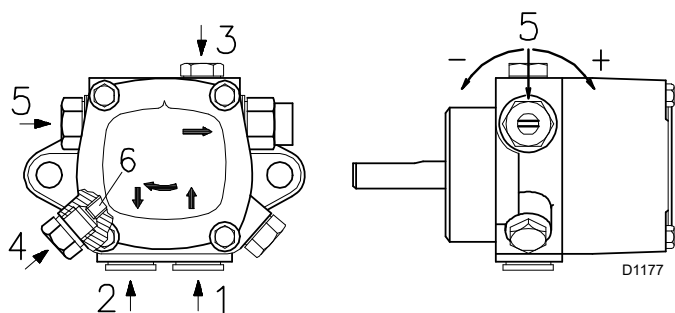
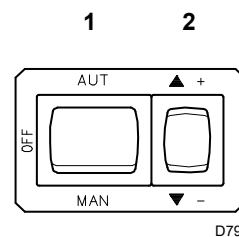

Рис. 25
Рис. 26
Обозначения (Рис. 25)
- Для автоматической заливки насоса (Рис. 25) необходимо отвернуть винт 3) (Рис. 25) насоса, чтобы выпустить воздух из всасывающего трубопровода.
- Запустите горелку, закрыв устройства управления, при этом переключатель 1) (Рис. 26) должен находиться в положении MAN (РУЧ), а переключатель 10) (Рис. 6 на стр. 13) - в положении OIL (ЖИДКОЕ ТОПЛИВО).
- Когда дизельное топливо начнет выходить из винта 3) (Рис. 25), насос включен. Остановите горелку, устанавливая переключатель 1) (Рис. 26) в положении OFF (ВЫКЛ) и затягивая винт 3) (Рис. 25).